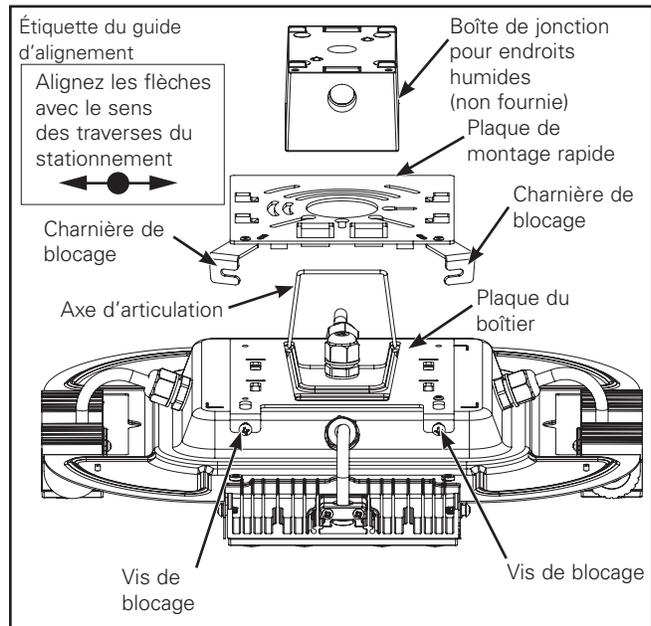

Figure 3.
Alignez la plaque de montage rapide à la boîte de jonction en alignant les flèches avec le sens des traverses du stationnement couvert (Figure 3). La direction des flèches doit être dans le sens du trafic.
3. Décrochez la plaque de montage rapide de l'axe d'articulation. (Figure 3).
4. Installez la plaque de montage rapide à une boîte de jonction pour endroits humides (non fournie) en utilisant la quincaillerie fournie (vis n° 8 32 x 3/4 po ou n° 6 32 x 3/4 po). Consultez le guide d'alignement ci-dessus et les flèches d'alignement sur l'étiquette de la plaque de montage rapide. (Figure 3).